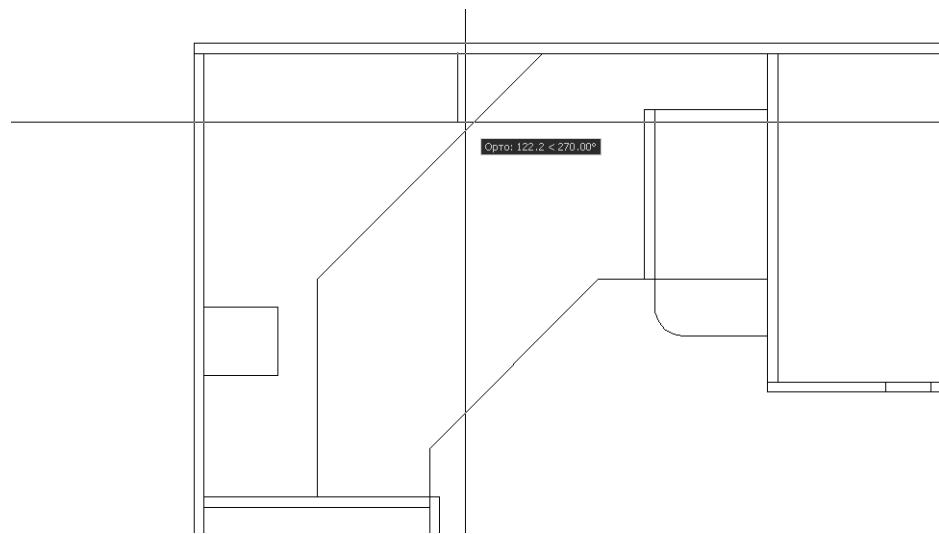

Рис. 5.6 ▶ С помощью режима **Смещение** (Snap From) первая линия начинается на заданном смещении от базовой точки без использования вспомогательных линий
4. AutoCAD тут же продолжит выполнение команды **Отрезок** (LINE) в режиме **OPTO** (ORTHO), предлагая вам задать вторую точку первого сегмента ломаной линии (рис. 5.6).
5. Сместите указатель-перекрестье вниз для задания направления вычерчивания, как показано на рис. 5.6, и введите в командном окне **130**.